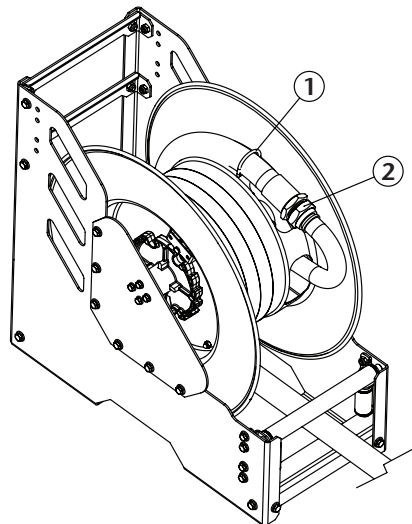

Abb. 5
2. Schließen Sie den neuen Schlauch (2) an, platzieren Sie den U-Bolzen (1) (Abb. 5) so, dass er den Schlauch fest an der Spule hält, und beginnen Sie, den Schlauch drehend auf die Spule zu wickeln die Spule manuell.
2. Entfernen Sie den U-Bolzen (1), indem Sie seine Muttern lösen, und trennen Sie den Schlauch vom Schwanenhals (2) (Abb. 5).